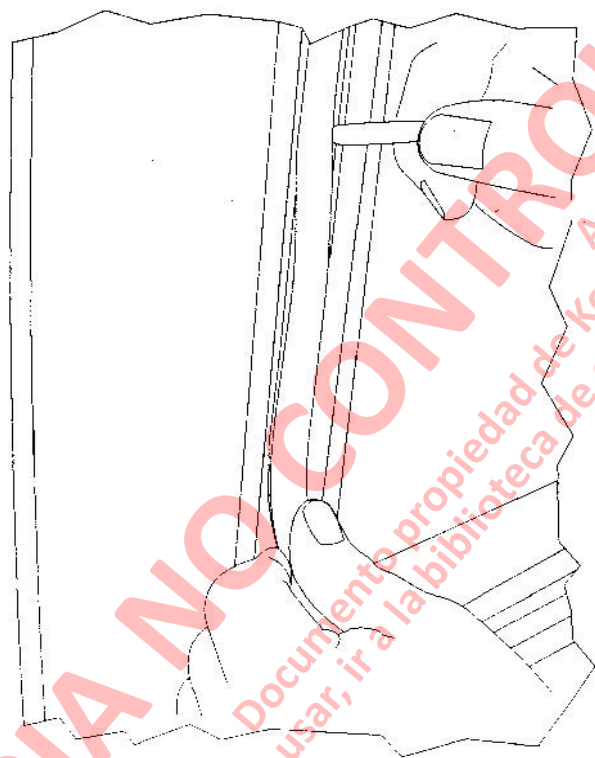

FIGURA 2-15
18. Instale el material de tapicería sobre la parte superior de los pernos que sostienen el marco de la ventana a la puerta. Use un destornillador de paleta para ayudar a instalar el material de tapicería. Vea la Figura 2-15. Tenga cuidado de no cortar el borde de retención del material de tapicería.